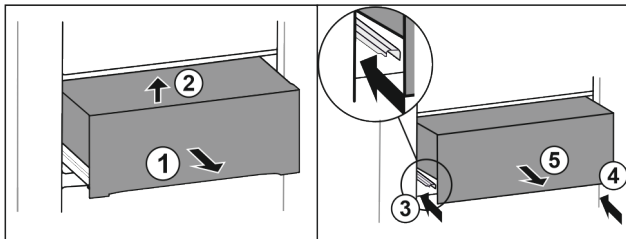

Fig. 32
- ▶ Extráigalo hasta la mitad Fig. 32 (1).
- ▶ Levante el cajón Fig. 32 (2).
- ▶ Deslice el riel izquierdo Fig. 32 (3).
- ▶ Deslice el riel derecho Fig. 32 (4).
- ▶ Saque el cajón. Fig. 32 (5).